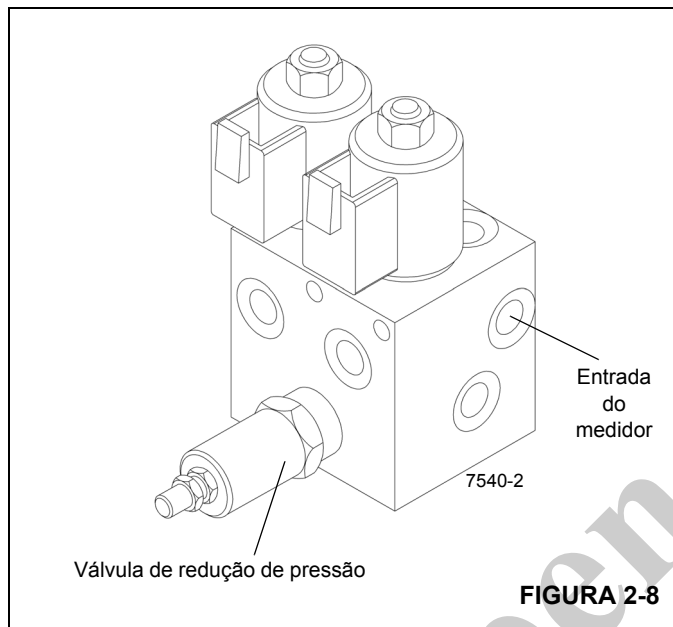

FIGURA 2-8
1. Instale um dispositivo de verificação de pressão de desconexão rápida com indicador no bico de teste no orifício de teste da válvula do suprimento piloto do freio de giro Figura 2-8.